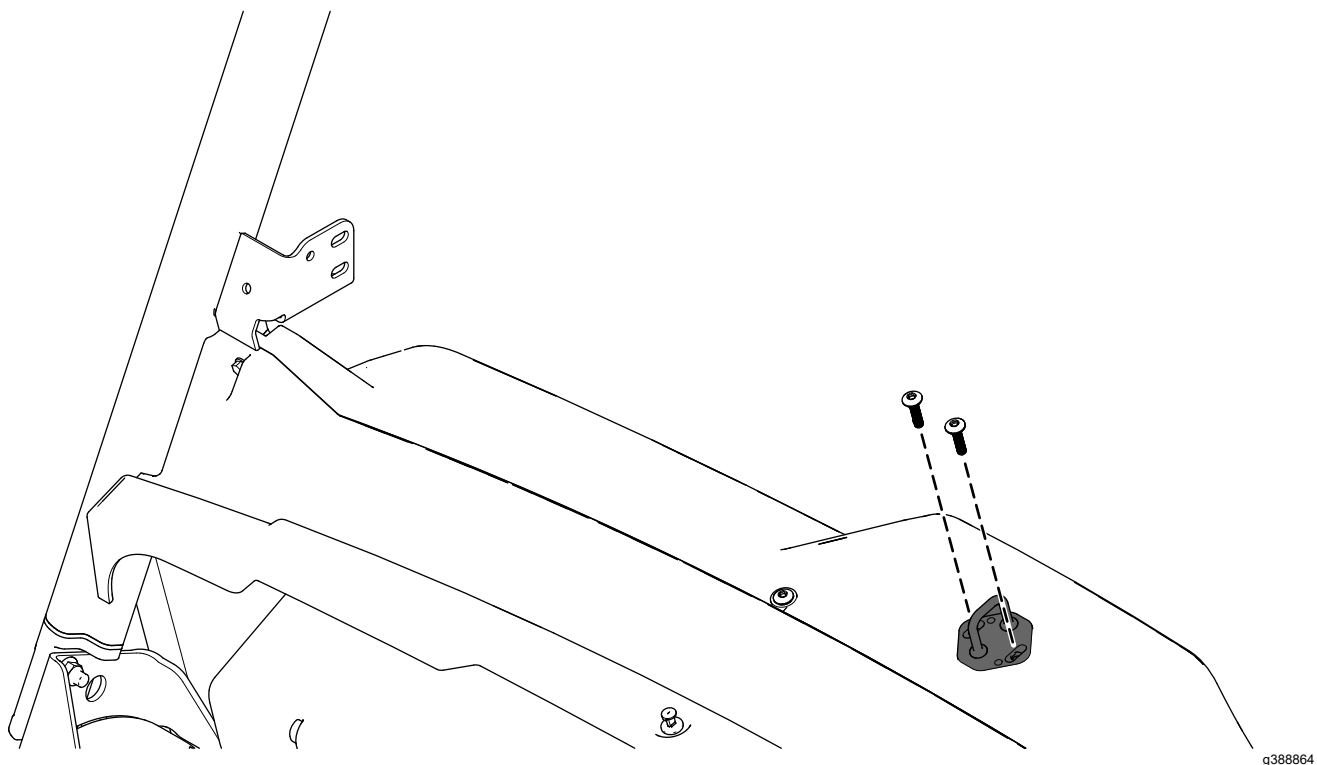

Рисунок 4
5. Прикрепите защелку без затяжки к приборной панели с помощью 2 винтов со звездообразным углублением под ключ (M6 x 25 мм), как показано на рис. Рисунок 4.